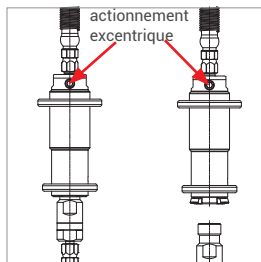

Figure 11
- ▶ Tournez l'actionnement excentrique (pos. 2) de 180° à l'aide d'une clé Allen SW6 (Figure 11) ➔ les mâchoires de serrage s'ouvrent